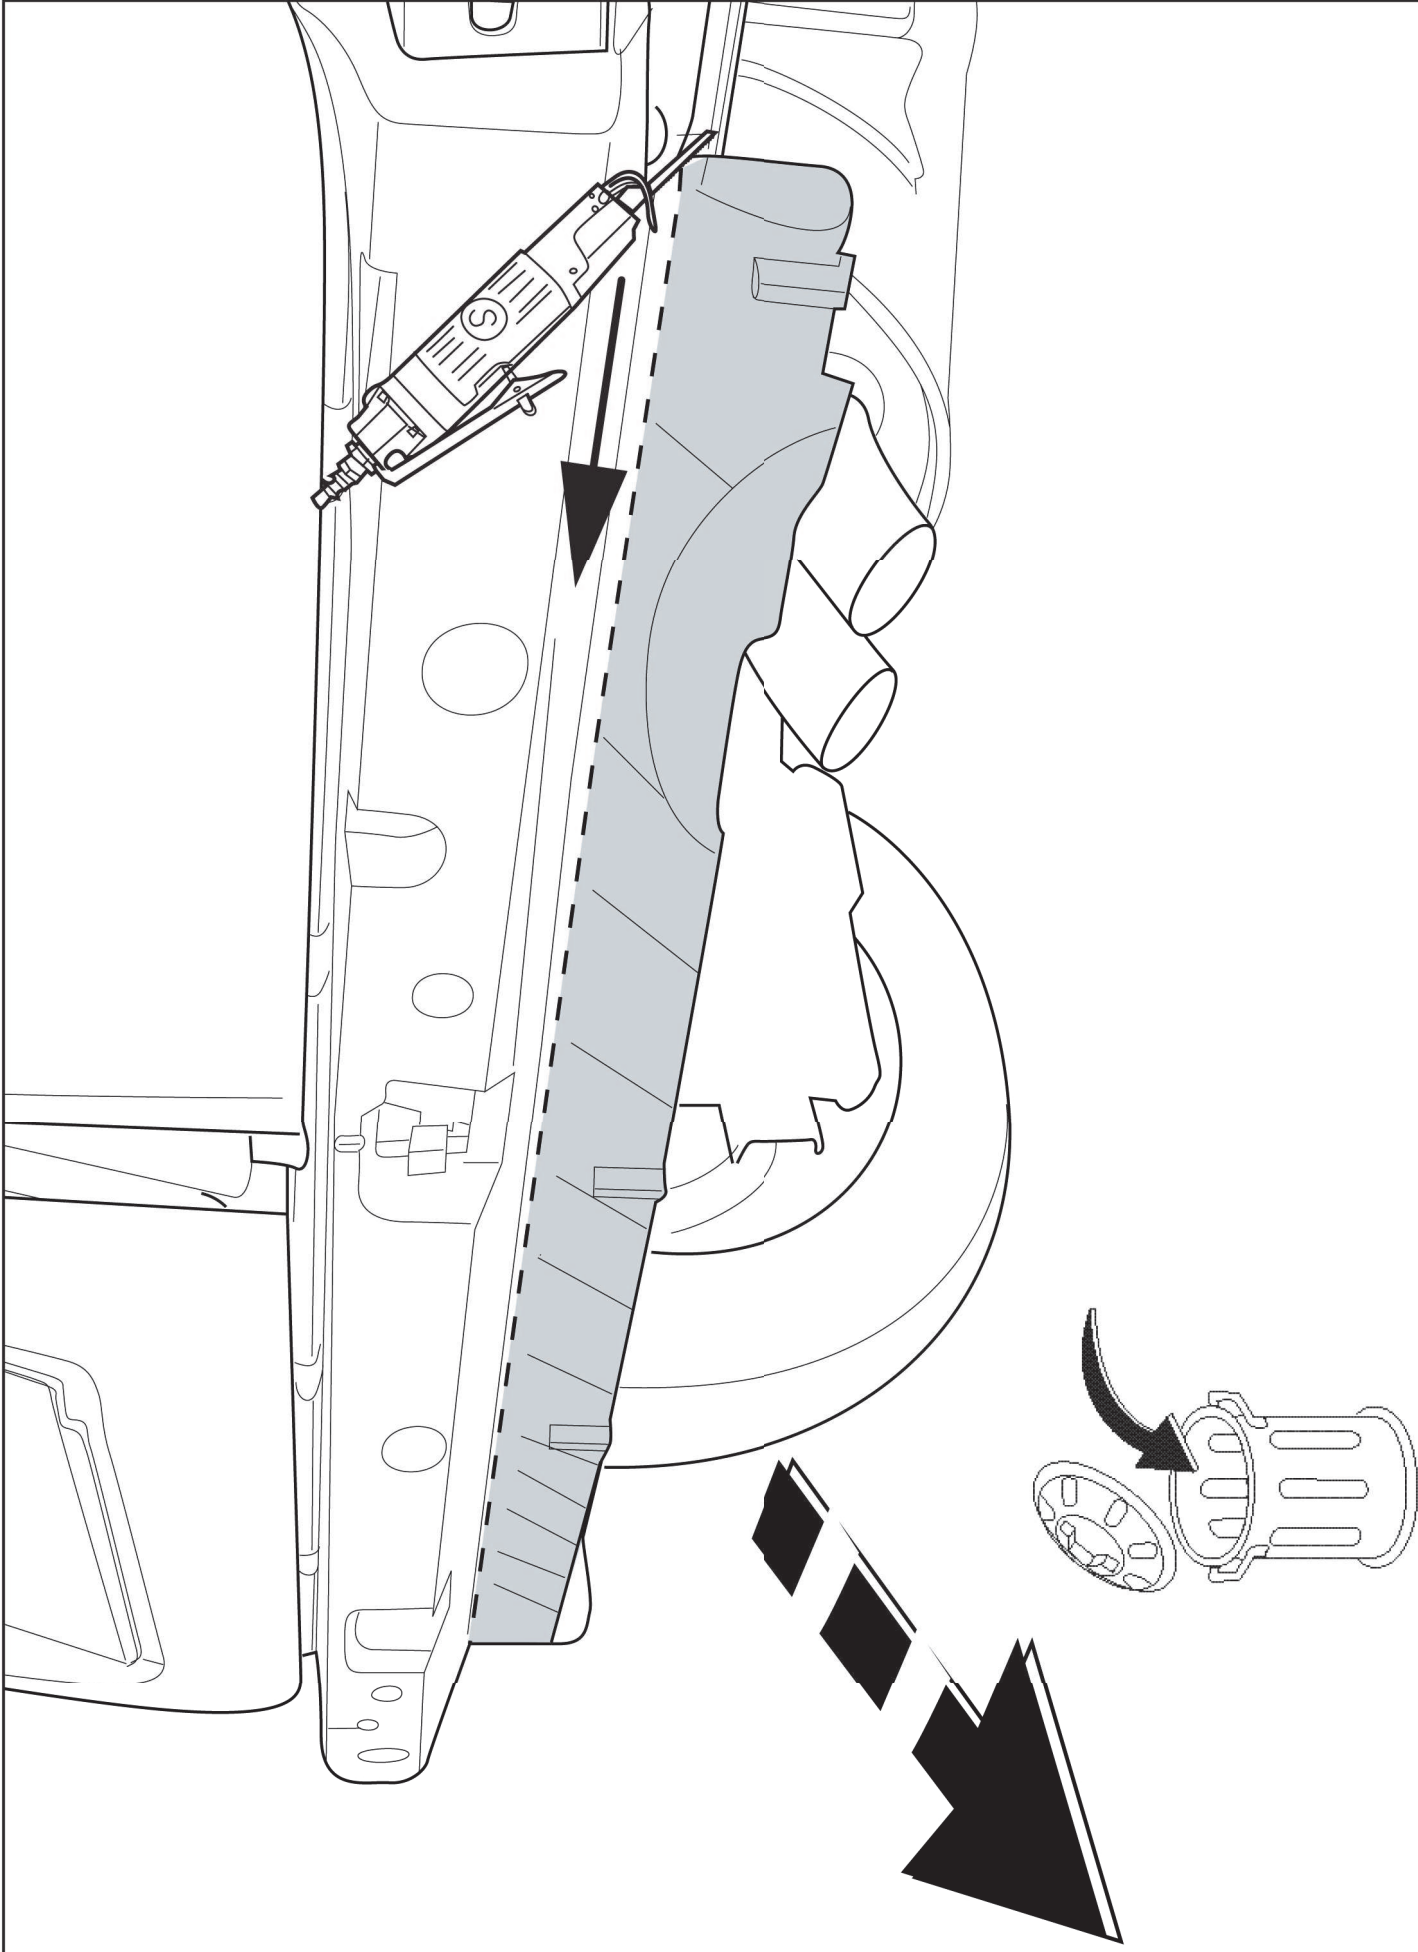

Fig.3
4. **Für Be Bop/Express Compact Fahrzeuge gilt:** Gemäß Abb. 3 das angegebene Teil abschneiden.
4. **Pour les modèles Be Bop/Express Compact:** Découpez la partie indiquée conformément à la figure 3.